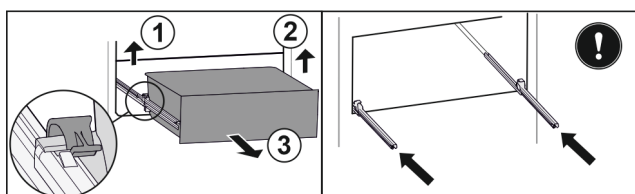

Fig. 187
- Zvedněte levou svorku a současně vytáhněte zásuvku vlevo dopředu. Fig. 187 (1)
- Zvedněte pravou svorku a současně vytáhněte zásuvku vpravo dopředu. Fig. 187 (2)
- Vyjměte zásuvku dopředu. Fig. 187 (3)